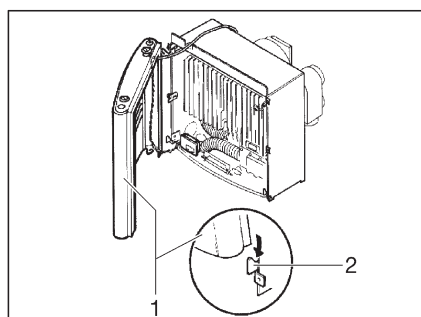

Fig. 108 Revestimiento de la calefacción, orejetas de sujeción
- Montar el revestimiento de la calefacción. Para ello situar el revestimiento (Fig. 108,1) en las orejetas de sujeción inferiores (Fig. 108,2).